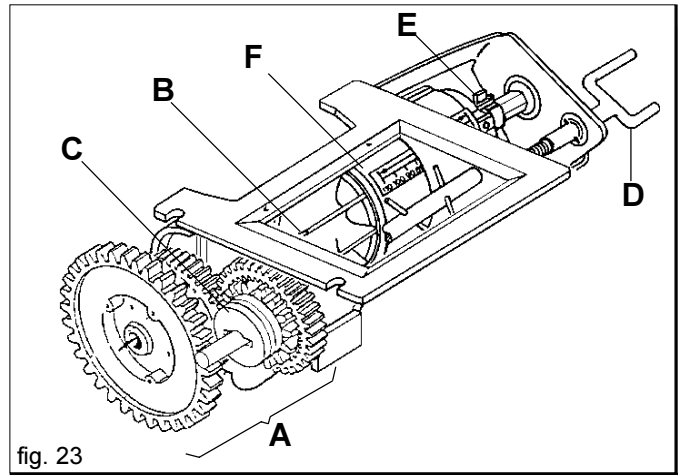
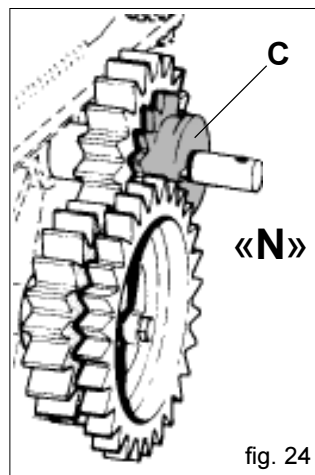
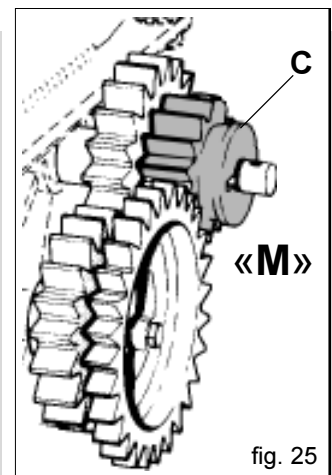
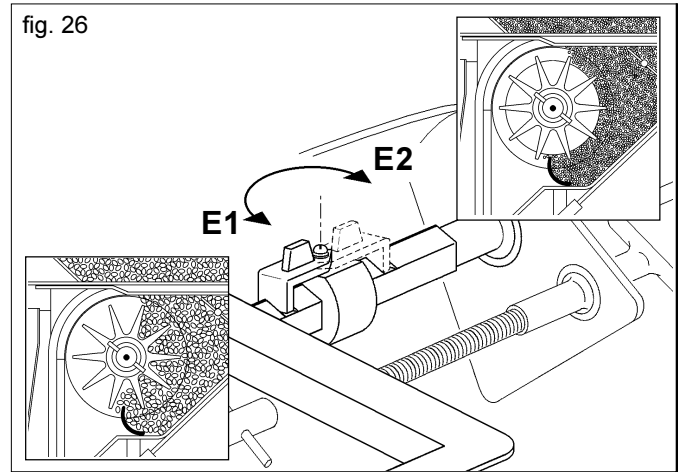

fig. 23
fig. 24
fig. 25
fig. 26
Il dosatore (Fig. 23), organo principale per il funzionamento della seminatrice, è posizionato sotto il serbatoio delle sementi. Riceve il moto dalla ruota di trasmissione per mezzo di ingranaggi (con rapporto proporzionale alla larghezza di lavoro) e catene. Composto da un cambio (A Fig. 23), permette due rapporti di trasmissione al rullo distributore (B) variando la posizione della ruota dentata rossa (C Fig. 24, 25). Nella posizione «N» (Fig. 24), il rapporto al cambio è di 1:1 dettato dalla coppia di ruote dentate Z19; spostando la ruota (C) in «M» (Fig. 25), il rullo distributore dimezzerà i propri giri, in quanto la trasmissione viene composta dalla ruota motrice rossa Z14 e ruota condotta Z28. Eseguendo una prova di dosaggio come descritto nel capitolo 3.4.2 si noterà che, rispetto ad una prova con rapporto 1:1, la quantità di prodotto distribuita risulterà dimezzata (vedi Tabella 4). La posizione «M» della ruota dentata (C) è necessaria per la distribuzione di sementi e quantità rispettivamente piccole. L'asta a vite (D) permette di regolare l'apertura della saracinesca in base al valore, della scala graduata, ricavato dalla tabella e dalla prova di distribuzione (capitolo 3.4.2).
La molla di blocco (E Fig. 23) permette di modificare il campo d'apertura della saracinesca e contemporaneamente la portata del rullo dosatore. La posizione «E1» (Fig. 26) consente un'apertura della saracinesca sulla scala graduata da 0 a 110 con la massima capacità di distribuzione del rullo dosatore; viceversa nella posizione «E2» un'apertura della saracinesca da 0 a 25 e con una riduzione della portata del rullo.
La **quantità di seme** che deve essere distribuita per ettaro, viene regolata dall'apparecchio di dosaggio (Fig. 23) regolando la saracinesca (F) per mezzo dell'asta a vite (D). Le posizioni della scala di dosaggio corrispondono ai valori della tabella di regolazione nella colonna di sinistra (Tabella 4).